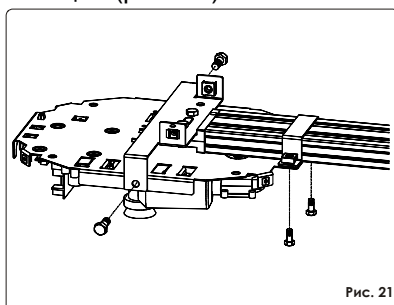

Рис. 21
- Прикрепите привод к направляющей (рис. 21).